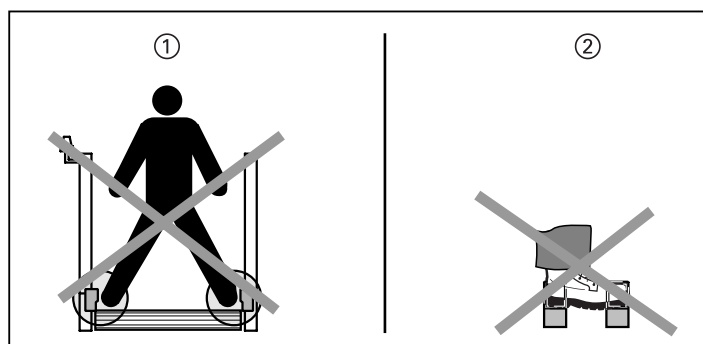

Fig. 2-1: Disposizione dei sensori di Muting
1. I sensori di Muting devono essere disposti in modo da escludere l'attivazione involontaria del Muting (vedere fig. 2-1).